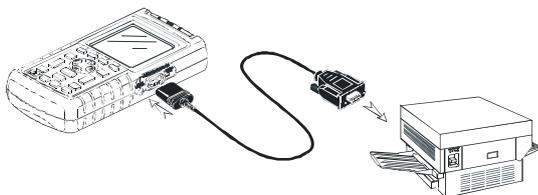

Figure 7-1. Connexion d'une imprimante série
- Utilisez le câble d'interface RS-232 opto-isolé (PM9080) pour connecter une imprimante en mode série au OPTICALInterface optique PORT du testeur. Voir la figure 7-1.